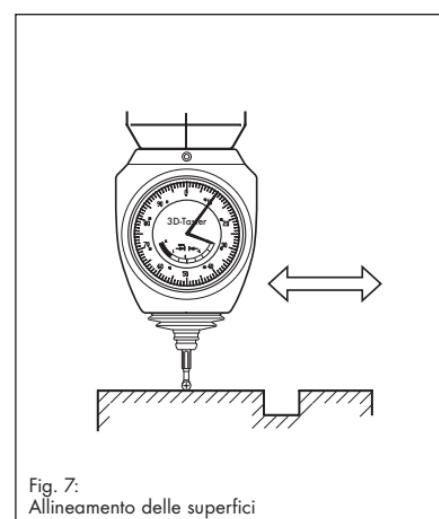

Fig. 7:
### 6 Allineamento delle superfici (fig. 7)
- Fare scorrere la sfera di rilevamento lungo la superficie (fig. 7). La deflessione del comparatore indica in che misura il parallelismo della superficie si discosta dall'asse della macchina.